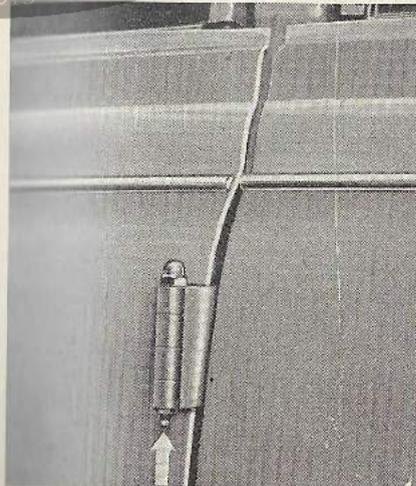

Abb. 23: Schmiernippel an Türscharnieren 1/56/273
1. Die 4 Türen sind, wie die Baumusterbezeichnung schon sagt, wohl die hauptsächlichste Abweichung der Karosserie gegenüber den 2türigen Limousinen und Coupés. Beide Türen einer Wagenseite hängen an einem gemeinsamen Mittelpfosten an 2 kräftigen Scharnieren. Die Scharnierbolzen haben am unteren Ende einen Schmiernippel (siehe Abb. 23) und sind von Zeit zu Zeit mit abzuschmieren; ausgetretenes Fett auch an der Scharnierinnenseite sauber abwischen.